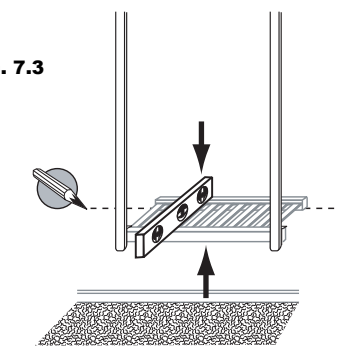

FIG. 7.3
- Nivele el estante (de adelante hacia atrás) y trace una línea de nivel en la pared trasera en la parte inferior del estante. (Fig. 7.3). Retire el estante.